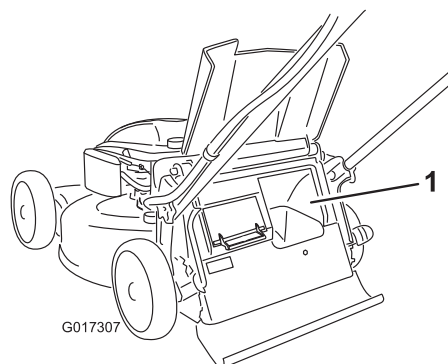

Figure 28
**Important:** Pour que le ramassage s'effectue correctement, enlevez les déchets d'herbe et autres qui se trouvent sur le volet de ramassage sur demande et l'ouverture (Figure 28) avant de changer la position du levier de ramassage sur demande.